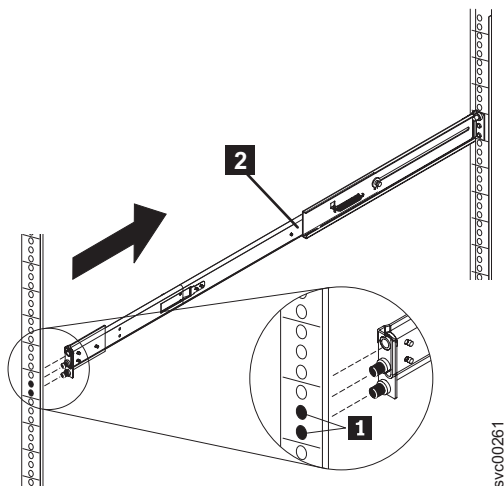

図 45. ラック前面からの右スライド・レールの取り外し
3. 図 45 に示すように、前面のラック・マウント用フランジからレール・ピン **1** を押し出して、右側スライド・レールを短くし、前面フランジからこのスライド・レールを取り外します。次に、右側スライド・レールを前方に引いて、背面のラック・マウント用フランジからこのスライド・レールを取り外します。同じ方法で左側スライド・レールも取り外します。